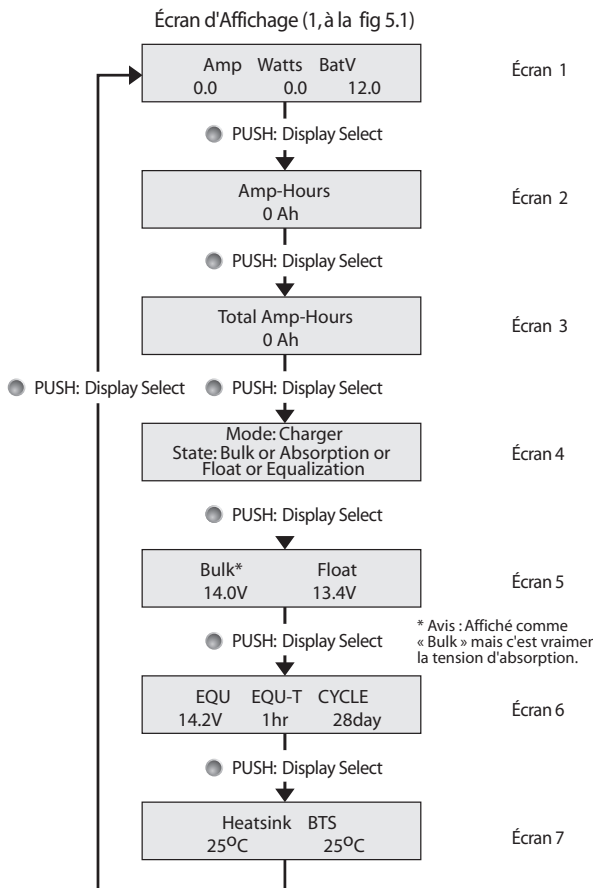

Fig. 5.3. Écran d’Affichage ACL
Pendant cette étape, l'écran LCD 4 (Fig 5.3) affiche «State: Equalization». L'écran LCD 6 (Fig 5.3) affiche les paramètres d'égalisation programmés. L'écran 1 (Fig 5.3) montre la valeur programmée du point de consigne de régulation de tension d'égalisation «Ve» sous «BatV». Le voyant d'état du panneau avant clignotera en orange, une fois par seconde.
Remarque: Pendant l'étape d'égalisation, si le courant de charge est plus grand que le courant du panneau solaire, la tension de batterie va baisser. Si la tension de batterie baisse jusqu'à environ 1V en-dessous du point de réglage de tension d'égalisation « Ve » pour environ 1 min, le contrôleur retourne à l'étape de Masse. Le Cycle de Service MLI est changé à 100%. L'écran ACL 4 (La Fig 5.3) va toujours indiquer « State: Equalization » et A DEL de Statut sur la plaque frontale va continuer à clignotant en Orange. Il va retourner à la MLI quand la tension de batterie atteint le point de réglage de tension d'égalisation « Ve » est peut-être soutenu pour une période minimale d'environ 50 à 55 sec.
Étape- 3: Étape de Maintien. Le contrôleur entre cet étape de l'étape d'égalisation précédent au point « D1 » après que la tension de batterie est gardée au point de réglage de tension d'absorption « Ve » pour une période continue ou cumulatif d'1 /2 / 3 Hr. Pendant cet étape (Portion de Courbe « D1» à « E1 »), l'interrupteur fonctionne par le contrôle MLI en alimentant un courant de court-circuit pulsée « lcc » avec un Cycle de Service très bas de 0% à < 10% pour garder la tension de batterie constante au Point de Réglage de Tension De Maintien « Vf » Pendant cet étape , la batterie est 100% chargée et exige un très bas charge d'entretien 0.1% de la Capacité Ah afin de récompenser la batterie pour sa auto-consommation. La batterie peut rester dans cet étape pour une période prolongée. Pendant cet étape, l'écran ACL 4 (la Fig 5.3) affiche « State: Float ». L'écran 5 (la Fig 5.3) affiche le point de réglage de tension de Maintien (Affiché sur l'écran sous « Float ») La DEL de Statut serait allumée en Vert.
REMARQUE: Pendant l'étape de Maintien, si le courant de charge est plus grand qui le courant du panneau solaire, la tension de batterie va baisser. Si la tension de batterie baisse jusqu'à environ 1V en-dessous du point de réglage de tension de maintien « Vf » continu pour environ 1 hour, le contrôleur retourne à l'étape de Masse. Le Cycle de Service MLI est changé à 100% et l'écran ACL 4 (La Fig 5.3) change à « State: Bulk ».
Affichage (3, à la Fig 5.1)	Poussez pour changer l'écran d'affichage ACL (Voir la Fig. 5.3) Poussez et tenez pour réinitialiser les Ampère-Heures.
L'écran LCD (1, Fig. 5.1) est un affichage à 2 lignes de 16 caractères avec rétroéclairage. Le rétroéclairage s'éteint au bout de 30 secondes et se rallume lorsqu'une touche est enfoncée. Le poussoir marqué «PUSH Display Select» et «Hold – Reset AMP-Hours» (3, à la Fig. 5.1) est utilisé pour manipuler les fonctions ACL. Chaque fois que le poussoir est appuyé, ça va faire défiler l'affichage. La séquence de défilement est montrée à la Fig.5.3. Veuillez noter que les 7 écrans sont séquentiels, donc ils sont affichés dans une boucle continue : 1-2-3-4-5-6-7-1-2-3 et ainsi suite (Voir la Fig. 5.3). Quand les écrans 2 à 7 sélectionnés, ils seront affichés pendant 15 minutes, et puis retourneront à l'écran 1 (l'écran par défaut). L'information détaillée fournie sur les écrans ACL (la Fig 5.3)est indiquée ci-dessous :
- Dès que la Batterie (+) est branché, la DEL de Statut (2, à la Fig 5.1) serait allumé (Orange) et le message « Welcome to Samlex Solar 1.0 » serait affiché pour environ 3 à 5 sec. Après, la DEL va clignoter en Vert & l'Écran 1 (Fig 5.3) serait affiché: Amp 0.0; Watt 0.0; BatV = "the battery voltage.